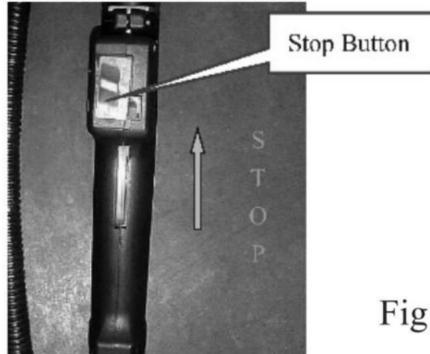

Fig 5
7.2 Tirare il pulsante di arresto nella posizione di spegnimento. Vedere la posizione di arresto Pulsante in Fig.5.